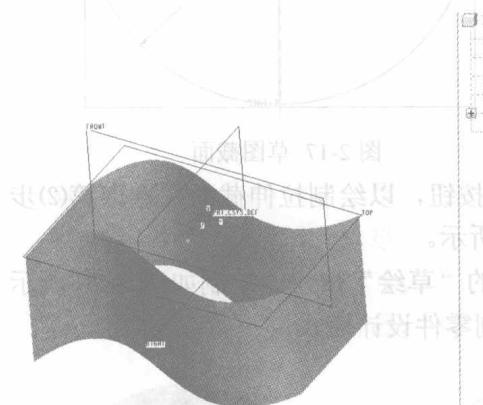

图2-11 改变拉伸方向后的曲面
**05** 单击 $\square$ 按钮，重新返回编辑状态，单击按钮 $\square\odot$ ，变换特征的拉伸方向，生成的曲面如图 2-11 所示。